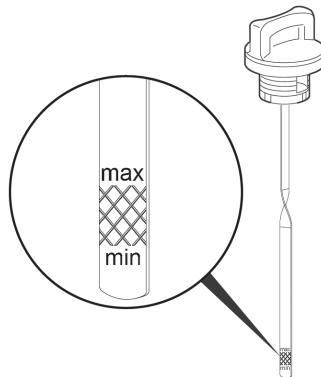

Рис. 18 Уровень масла в картере двигателя
- Установите крышку-щуп в отверстие маслозаливной горловины, не закручивая ее. Аккуратно вытащите щуп и осмотрите его. Уровень масла должен соответствовать верхней отметке «max» на щупе (Рис. 18).